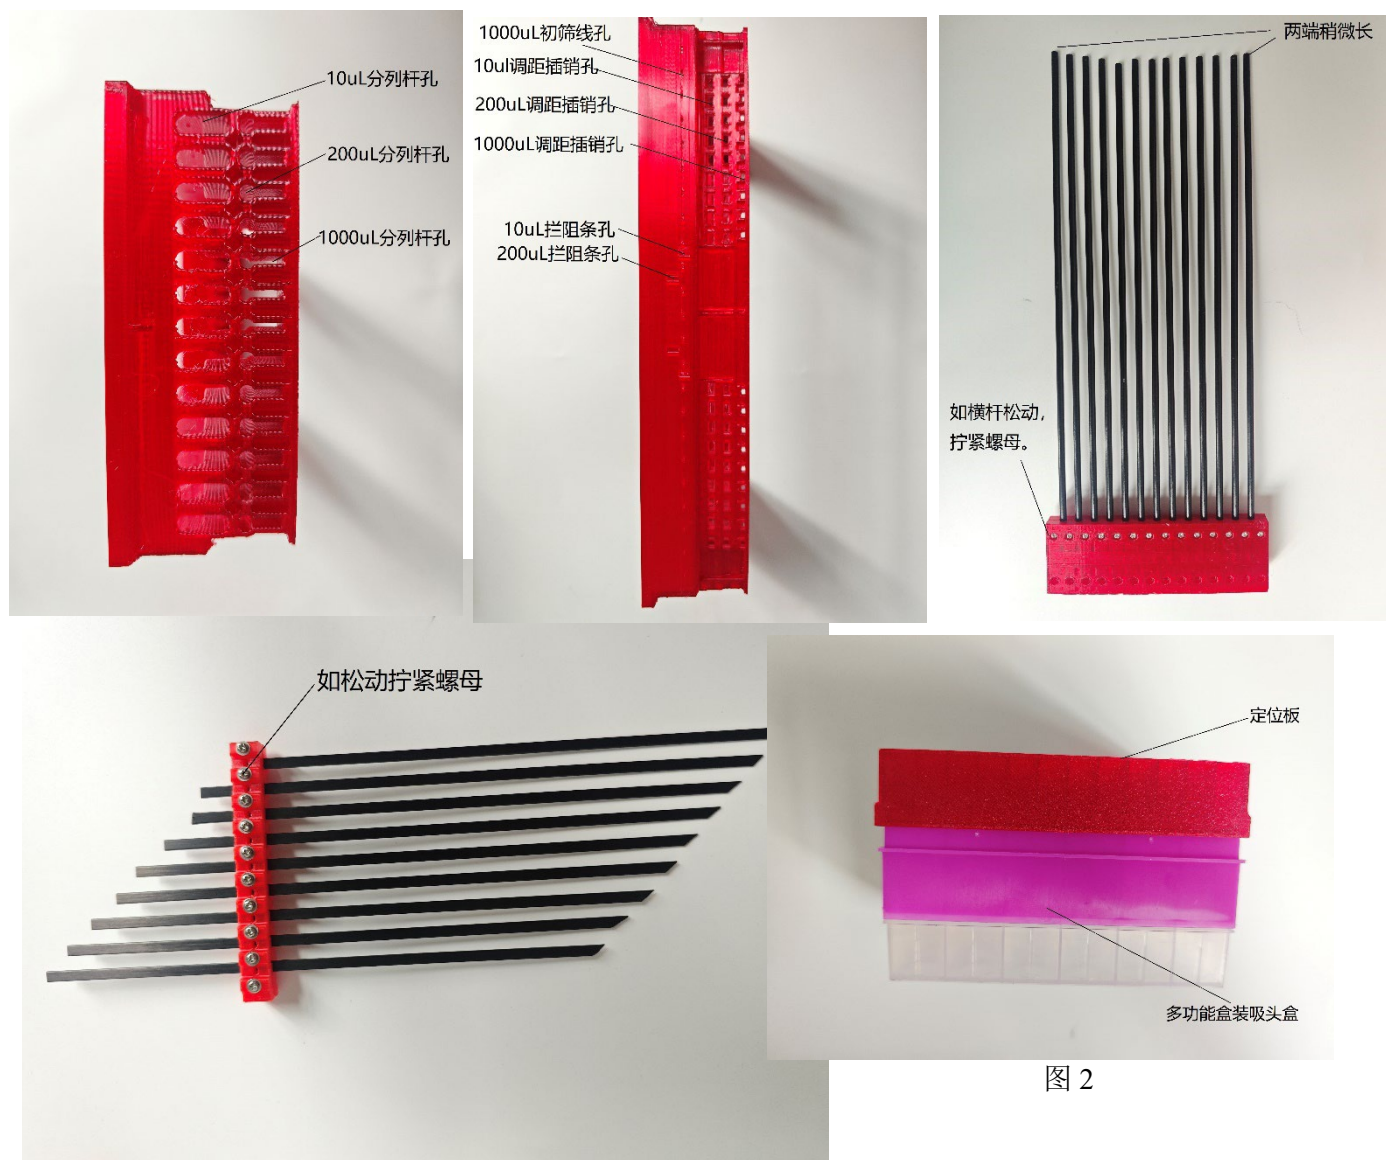

图 2
8.3、参照图 1、图 2 检查装盒器主体框架和各配件，并进行组装，10uL、200uL 和 1000uL 均配备不同的圆柱分列横杆组和调距插销，且对应不同的主体框架插孔，注意检查螺母是否松动，以免误操作造成人身伤害。